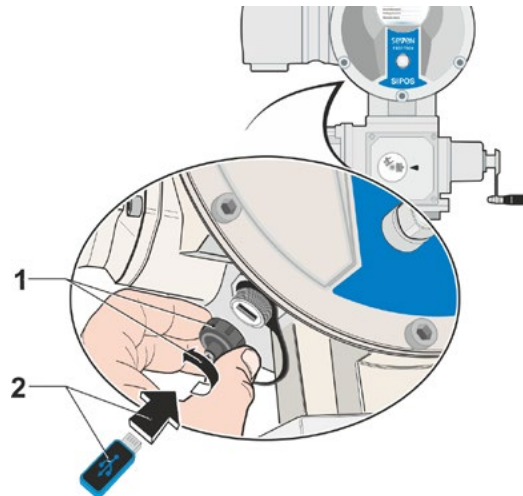

Bild 1: Sätt i USB-minnet:
- Skruva av locket från USB-anlutningen till vänster under elektronikenheten (bild 1, pos. 1).
- Anslut USB-minnet (pos. 2). På displayen visas valmenyn "USB-minne".